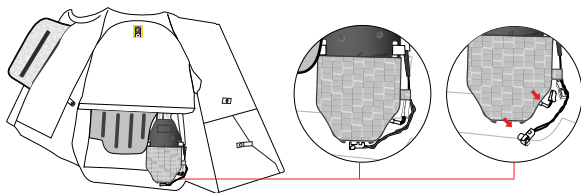

Figure 12
2. Accédez au boîtier du gonfleur (4) et débranchez le câble relié à la batterie (connecteur de batterie, 6) et le connecteur de l'amortisseur de gonflement (5) du gonfleur (figure 12).